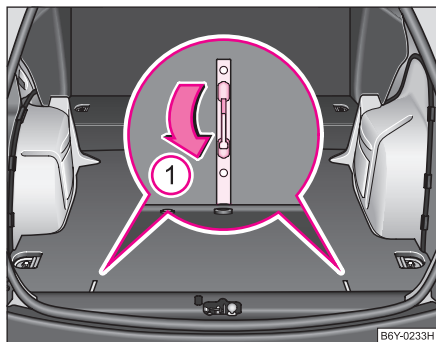

Abb. 190 Entriegelung des Bodens
- Zuerst entriegeln Sie den Ladeboden durch Umklappen der Hebel in die Stellung ① ⇒ Abb. 190.